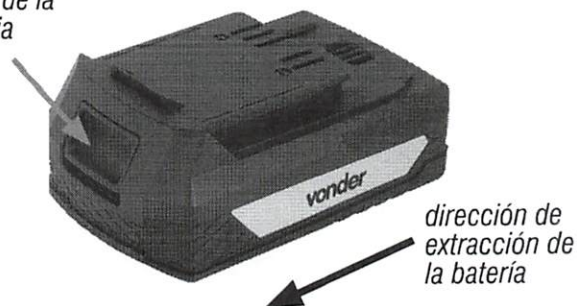

Fig. 7 – Retirando la batería
- Para extraer la batería, presione la traba y luego tire de la batería como se muestra en la Fig. 7 (considere la información para el modelo IPFV 1852 - incluye batería y cargador).